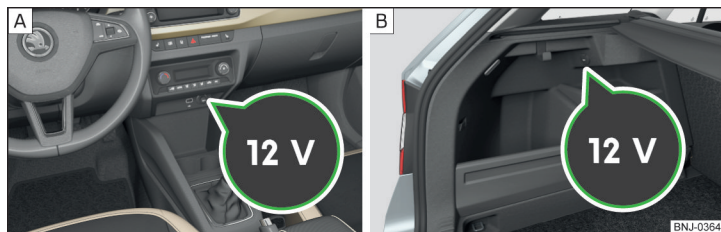

Abb. 95 Abdeckung der 12-Volt-Steckdose: im mittleren Teil der Schalttafel / im Gepäckraum
- Zum **Gebrauch** die Abdeckung der Steckdose abnehmen » Abb. 95 - [A] bzw. die Abdeckung der Steckdose öffnen » Abb. 95 - [B].